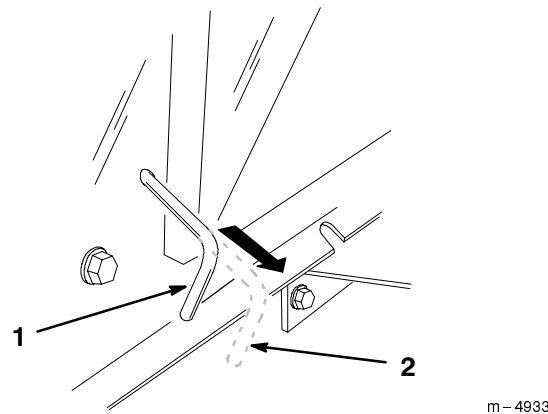

Abbildung 13
3. Die Antriebssteuerstange an der Hinterseite der Maschine auf "Schiebeposition" herausziehen und die Feststellbremse lösen. Dadurch wird das Antriebssystem ausgekuppelt, und die Räder können sich frei drehen (Abb. 13).
1. Die Feststellbremse anziehen und die Antriebssteuerstange auf Betriebsposition stellen. Dadurch wird das Antriebssystem eingekuppelt (Abb. 13).